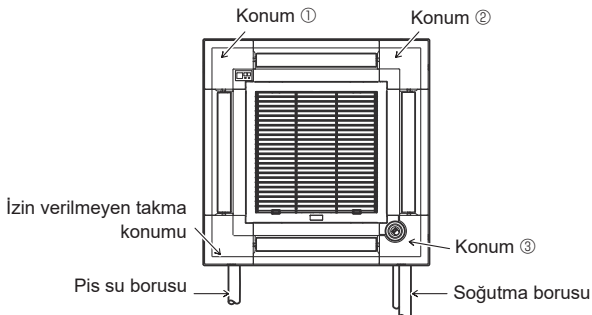

Fig. 9-11
Sinyal alıcısı köşe paneli, ana ünitenin drenaj borusu tarafına takılamaz. (Fig. 9-11'e bakın)
- i-see sensor köşe panelinin ① nolu izgaraya ③ nolu vidayla takılması gerekir.
- * Eğer i-see sensor konumu varsayılan konumundan (konum ③) farklı bir konuma değiştirildiyse anahtar ayarlarını değiştirin. (Sayfa 12 ve Fig. 9-11'e bakın)
- i-see sensor köşe paneli ana ünite için pis su borusu tarafına takılamaz. (Fig. 9-11'e bakın)